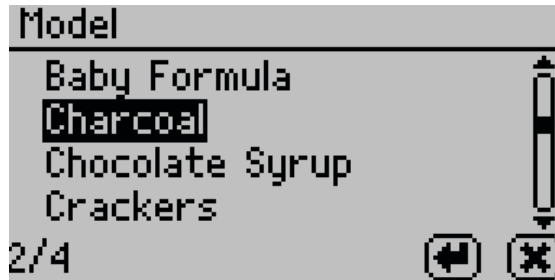

Figure 17 Moisture content model list
10. Cuộn qua các sản phẩm trên danh sách để chọn sản phẩm mong muốn (Figure 17).